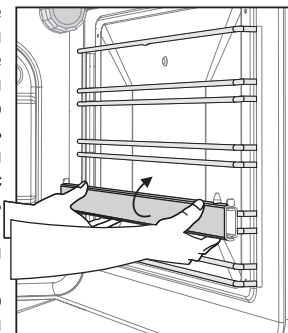

Рис. 25
- **Телескопические направляющие** крепятся на проволочные направляющие и служат для выдвижения готовящегося блюда за пределы горячей духовки. Телескопические направляющие могут быть установлены на разной высоте, в зависимости от того, на каком уровне должно идти приготовление пищи. Чтобы переустановить телескопическую направляющую, необходимо отвести ее нижний край (рис.25), а затем движением вниз снять с проволочных направляющих. Установка на другой уровень производится в обратной последовательности.